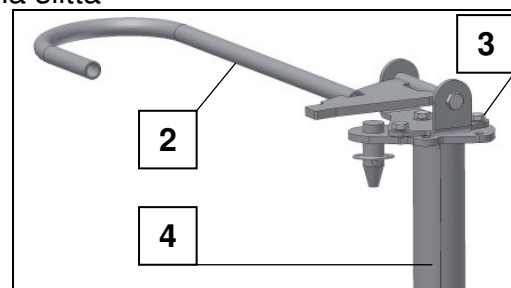

Fig. 26 Telaio orientabile a destra
Girando il portaleva orientabile (Fig. 26 pos. 2) il telaio orientabile può essere adattato al lato della slitta necessario.